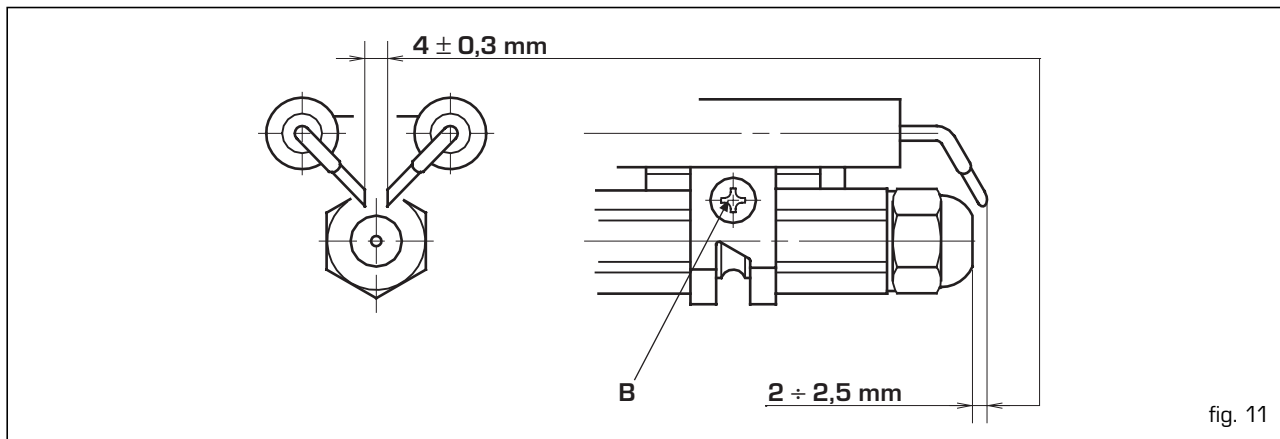

fig. 11
- Retirar de la línea de sustentación de los inyectores [4] el grupo de electrodos [5] tras haber aflojado las tuercas [B, fig. 11, pág. 8].
Antes de desmontar o montar la boquilla, hay que aflojar el tornillo [B fig. 11] y correr hacia adelante los electrodos.
- Efectuar la limpieza de la fotoresistencia, (ver fig. 11, pág. 8).